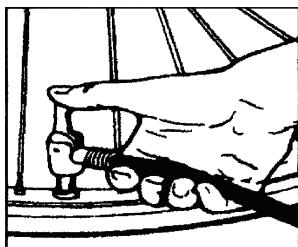

Figure 2
1. Placez le loquet connection rapide ouvert de manière sûre sur la tige valve du pneu (Fig.2).